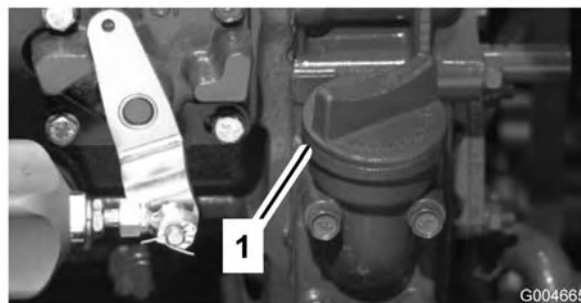

Figura 6
4. Se l'olio non raggiunge la tacca Full, togliete il tappo di riempimento (Figura 6) e aggiungete olio finché il livello non raggiunge la tacca. **Non riempite troppo.**